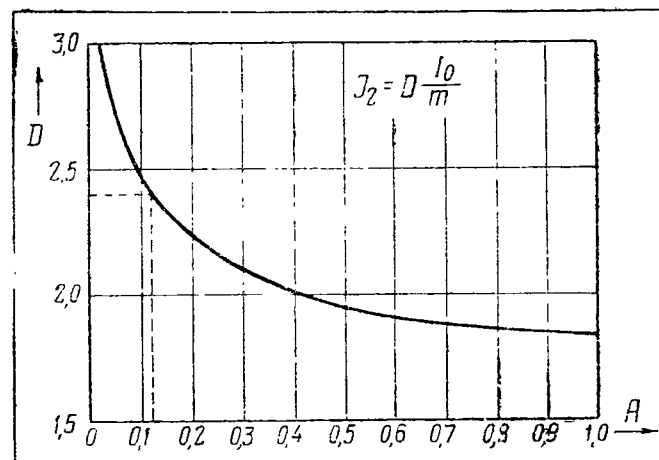

Рис. 6
D — коэффициент, определяемый по графику рис. 6; остальные величины, входящие в ф-лу (6), встречались нам раньше. Зная величину I_2 , можно определить мощность рассеивания на ано-